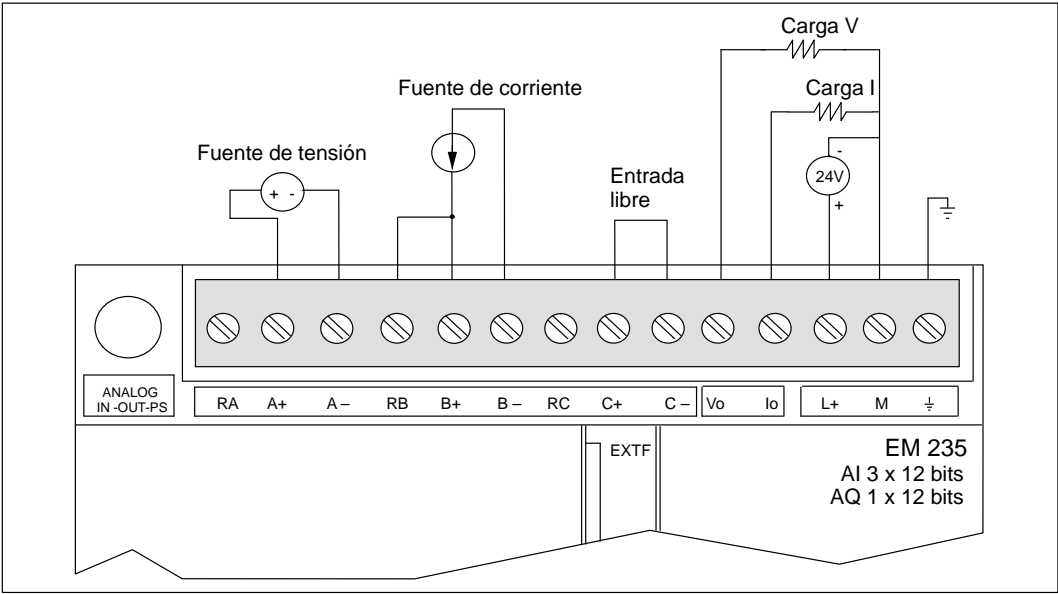

Figura A-41 Identificación de terminales de conexión para el módulo de ampliación EM235 de 3 entradas analógicas AI / 1 salida analógica AQ de 12 bits
- Desvíe las entradas de los canales no utilizados, como muestra la figura A-41.